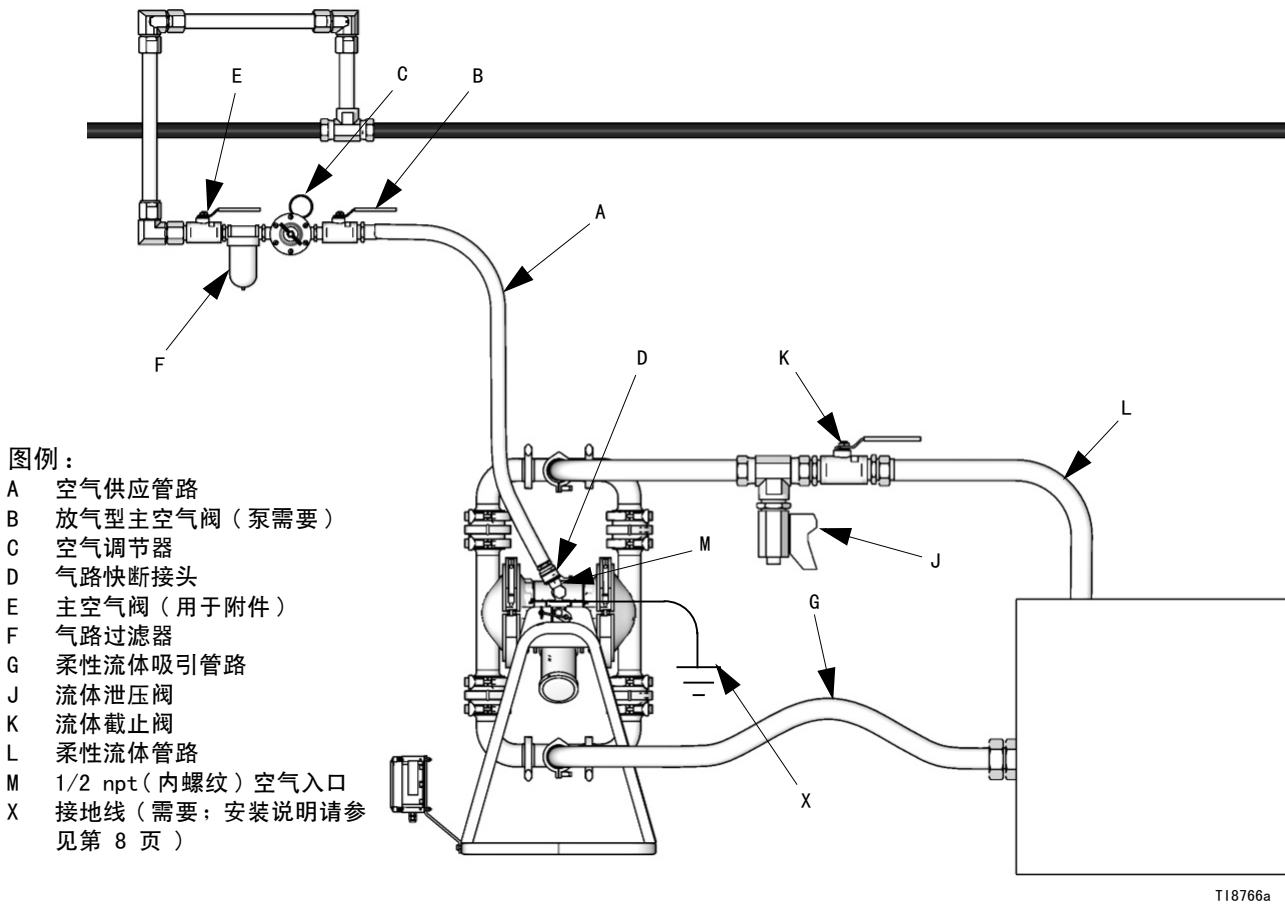

图 3：典型的地面安装
- 图3 中所示的典型安装仅作为系统部件的选择和安装指南。若需设计一套适合您特定需求的系统，请联系 Graco 公司的经销商以寻求帮助。
<p>系统应配备一个放气型主空气阀 (B)，以释放该阀与泵之间的残留空气。残留空气会导致泵意外运行，并因而引发严重的伤害，如飞溅到眼睛内或皮肤上、运动零件造成的伤害或有害流体造成的污染。参见图 3。</p>
- 按图 3 所示安装空气管路的附件。将这些附件安装在墙上或支架上。应确保连接附件的空气管路已接地。
- 安装空气调节器 (C) 和压力表以控制流体压力。流体出口压力将与空气调节器的设定值相同。
- 将一个放气型主空气阀 (B) 安装在靠近泵的位置并用作释放残留空气。将另一个主空气阀 (E) 安装在所有气路附件的上游，并将其作为清洗和维修隔离之用。
- 气路过滤器 (F) 清除压缩气源中的有害脏污和湿气。
- 在附件与 1/2 npt (内螺纹) 泵空气入口 (M) 之间安装一条接地的柔性空气软管 (A)。最小使用 3/8 英寸 (9.5 毫米) 内径的空气软管。在空气软管 (A) 端部拧上一个空气管路快断联轴器 (D)，将配合接头拧入泵空气入口并贴紧。
需要一个流体排放阀 (J) 以释放软管堵塞时的压力。排放阀能降低严重受伤的危险，其中包括泄压时飞溅到眼睛内或皮肤上，或者有害流体造成的污染。将该阀安装在靠近泵流体出口的位置。参见图 3。
1. 尽可能使用柔性、接地的流体软管 (L)。
3. 将流体泄水阀 (J) 装在流体出口附近。参见图 3。
4. 将截止阀 (K) 安装在流体出口管路中。